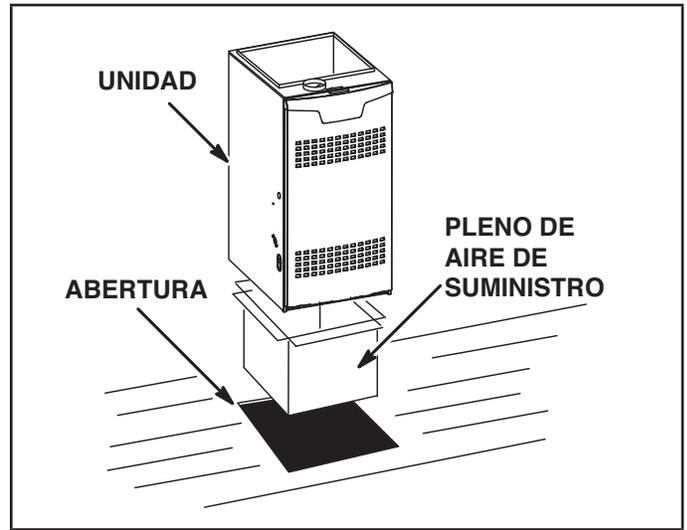

FIGURA 7
**Instalación sobre un piso incombustible (Figura 7)**